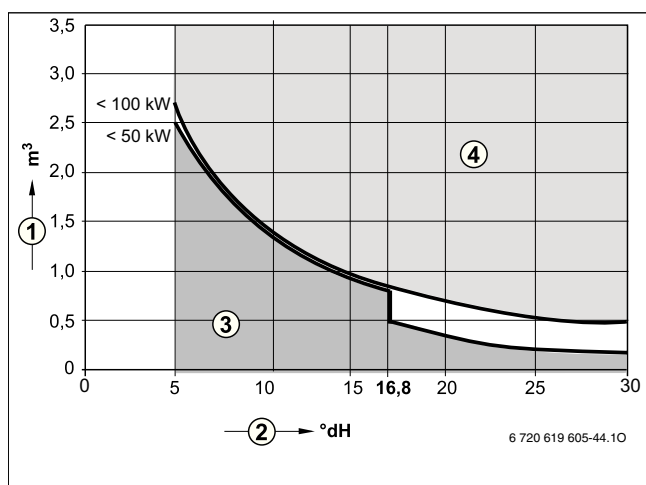

Рис. 13 Требования к воде для заполнения отдельного котла мощностью до 100 кВт
- Заполняйте систему только чистой водопроводной водой (учитывайте график на рис. 13).
- Если фактически необходимое количество воды для заполнения системы больше, чем объём воды за весь срок службы (→ рис. 13), то необходимо провести обработку воды. При этом можно использовать только разрешённые фирмой Buderus химикаты, средства для обработки воды и др.